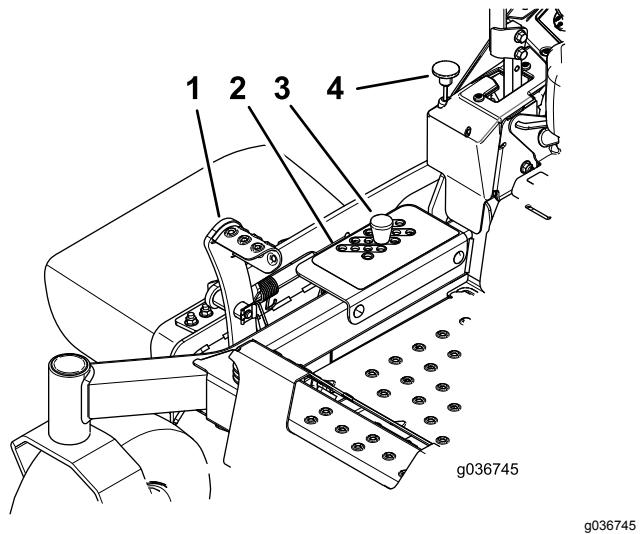

Figura 29
2. Pise el pedal de elevación de la carcasa y eleve la carcasa de corte a la posición de **TRANSPORTE** (que es también la posición de altura de corte de 127 mm) según se muestra en Figura 29.
3. Retire el pasador del soporte de altura de corte (Figura 29).
4. Seleccione el taladro del soporte de altura de corte que corresponde a la altura de corte deseada, e inserte el pasador (Figura 29).